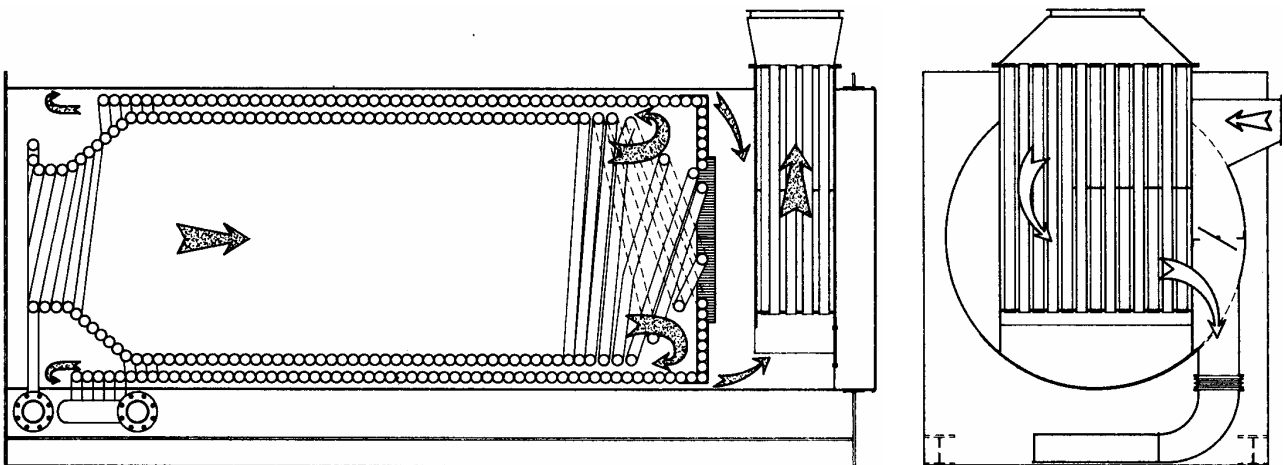

Рис. 2
- Мощностью 1.000.000 + 8.000.000 ккал/ч (Рис. 2)